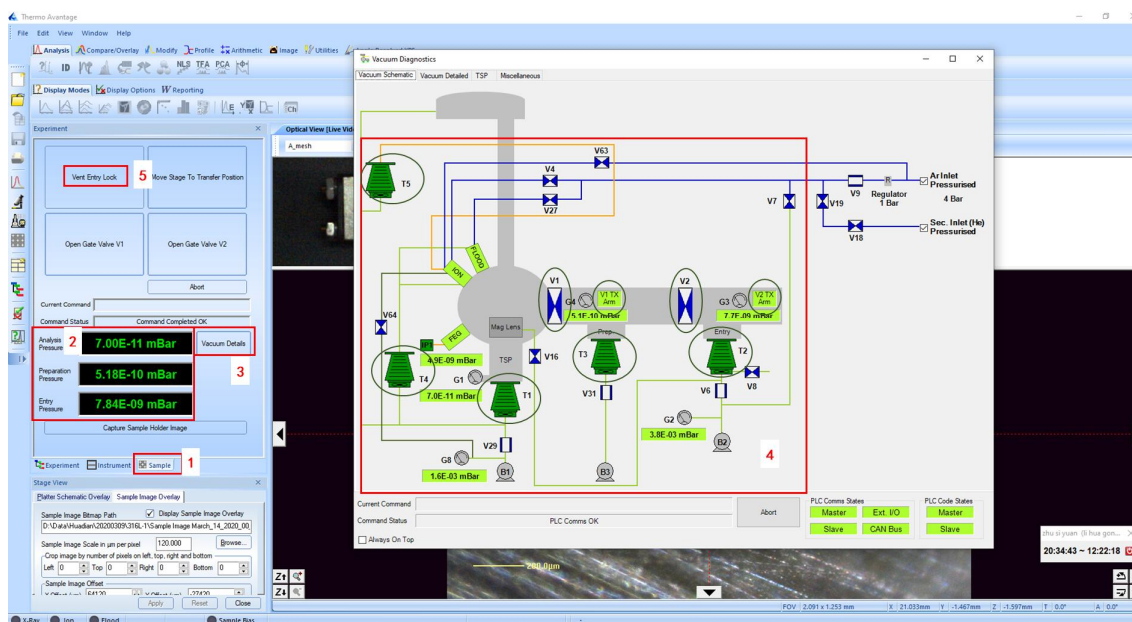

图 13 真空系统界面
6.4.1 真空系统的检查 (操作示意如图 13 所示)
6.4.2 样品传入进样腔 (操作示意如图 13 所示)